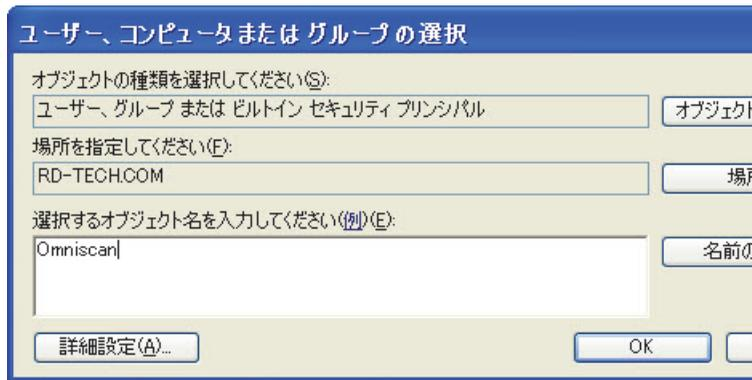

図 7-16 グループ名またはユーザー名の選択ダイアログボックス (Windows XP)
8. **ユーザー、コンピューター、サービスアカウントまたはグループの選択** ダイアログボックスで、**場所** ボタンをクリックします (227 ページの図 7-16 参照)。
10. **ユーザーまたはグループの選択**ダイアログボックスに戻り、**選択するオブジェクト名を入力**テキストボックスに Omniscan と入力し (227 ページの図 7-16 参照)、OK をクリックします。
13. **ユーザー、コンピューター、サービスアカウントまたはグループの選択** ダイアログボックスで、**場所**ボタンをクリックします (227 ページの図 7-16 参照)。
15. **ユーザーまたはグループの選択**ダイアログボックスに戻り、**選択するオブジェクト名**を入力テキストボックスに OmniScan と入力し (227 ページの図 7-16 参照)、OK をクリックします。